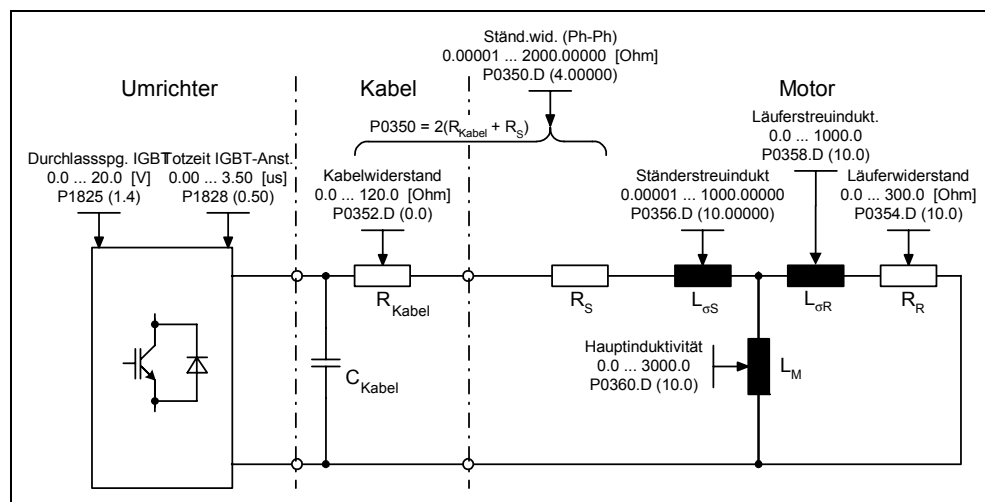

Bild 3-26 Ersatzschaltbild (ESB)
Das Berechnen der internen Motor- / Regelungsdaten wird durch den Parameter P0340 bzw. indirekt durch die Parameter P3900 (siehe Abschnitt 3.5.2) oder P1910 (siehe Abschnitt 3.5.5) angestoßen. Die Funktionalität von Parameter P0340 kann zum Beispiel dann genutzt werden, wenn die Ersatzschaltbilddaten (siehe Bild 3-26) oder die Trägheitsmomente bekannt sind. Mögliche Einstellungen für Parameter P0340 sind in Tabelle 3-9 beschrieben. Welche Parameter bei den unterschiedlichen Einstellungen berechnet werden, wird in Tabelle 3-10 gezeigt.
- Ersatzschaltbilddaten (ESB, siehe Bild 3-26) → P1910 = 1
Wird die Motordatenidentifikation zum ersten Mal gestartet, so wird ausgehend von den Typenschilddaten (Bemessungsdaten) mit P1910 = 1 folgende Daten (siehe Bild 3-26) ermittelt:
Neben den Ersatzschaltbilddaten kann mittels der Motordatenidentifikation (P1910 = 3) die Magnetisierungskennlinie des Motors (siehe Bild 3-26) ermittelt werden. Wird die Motor-Umrichter-Kombination im Feldschwächbereich betrieben, so sollte diese Kennlinie insbesondere bei der Vektorregelung bestimmt werden. Durch diese Magnetisierungskennlinie kann MICROMASTER im Feldschwächbereich den feldbildenden Strom exakter berechnen und damit eine höhere Momentengenauigkeit erzielen.